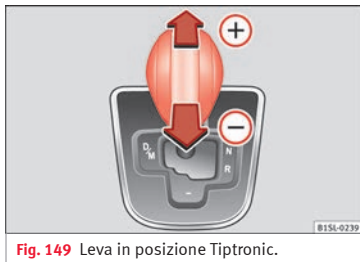

Fig. 149 Leva in posizione Tiptronic.
- Premere la leva in avanti (+) o indietro (-) per aumentare o scalare la marcia » fig. 149.